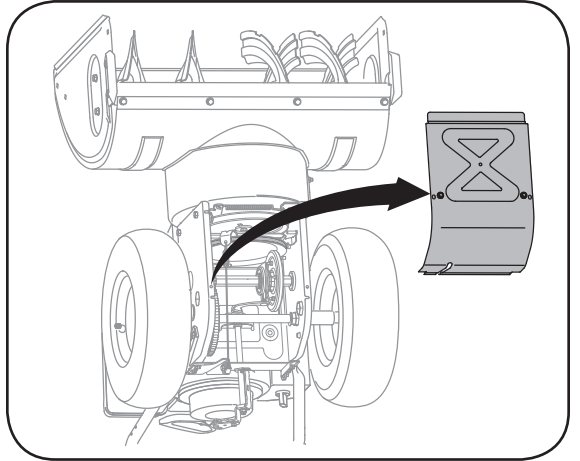

Figure 6-5
1. Basculez la souffluse vers l'avant (après avoir vidé le réservoir d'essence ou avoir placé un morceau de plastique sous le bouchon d'essence si la souffluse a déjà été utilisée.), puis démontez le couvre-châssis du dessous de la souffluse en retirant les vis auto-taranduses. Voir la Figure 6-5 à la page 17.